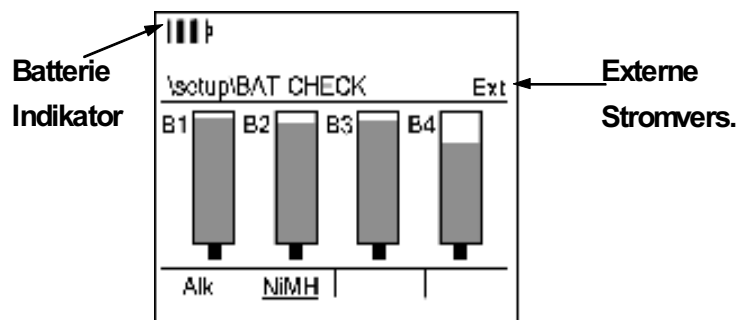

Bild 3-3: Anzeige für Batterie Prüfung
Die Anzeige der Batterie-Prüfung gibt Übersicht über den Zustand der Stromversorgung des Gerätes. Bei Batteriebetrieb wird der Ladezustand jeder der vier Batterie grafisch dargestellt. (Bild 3-3).
1. In der EINRICHTEN Anzeige wählen Sie **Batterie**, dann drücken Sie . Die Anzeige für Batterieprüfung (Bild 3-3) erscheint.